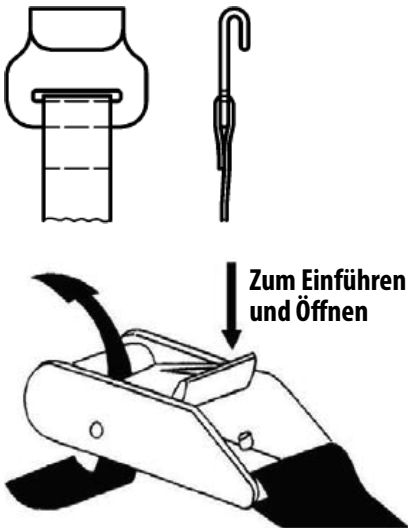

Bild 1: D2
4. Während des Gebrauchs müssen Flachhaken (siehe D2 in Bild 1) mit der gesamten Breite im Hakengrund aufliegen.
- a) 40°C bis + 80 °C für Polypropylen (PP);